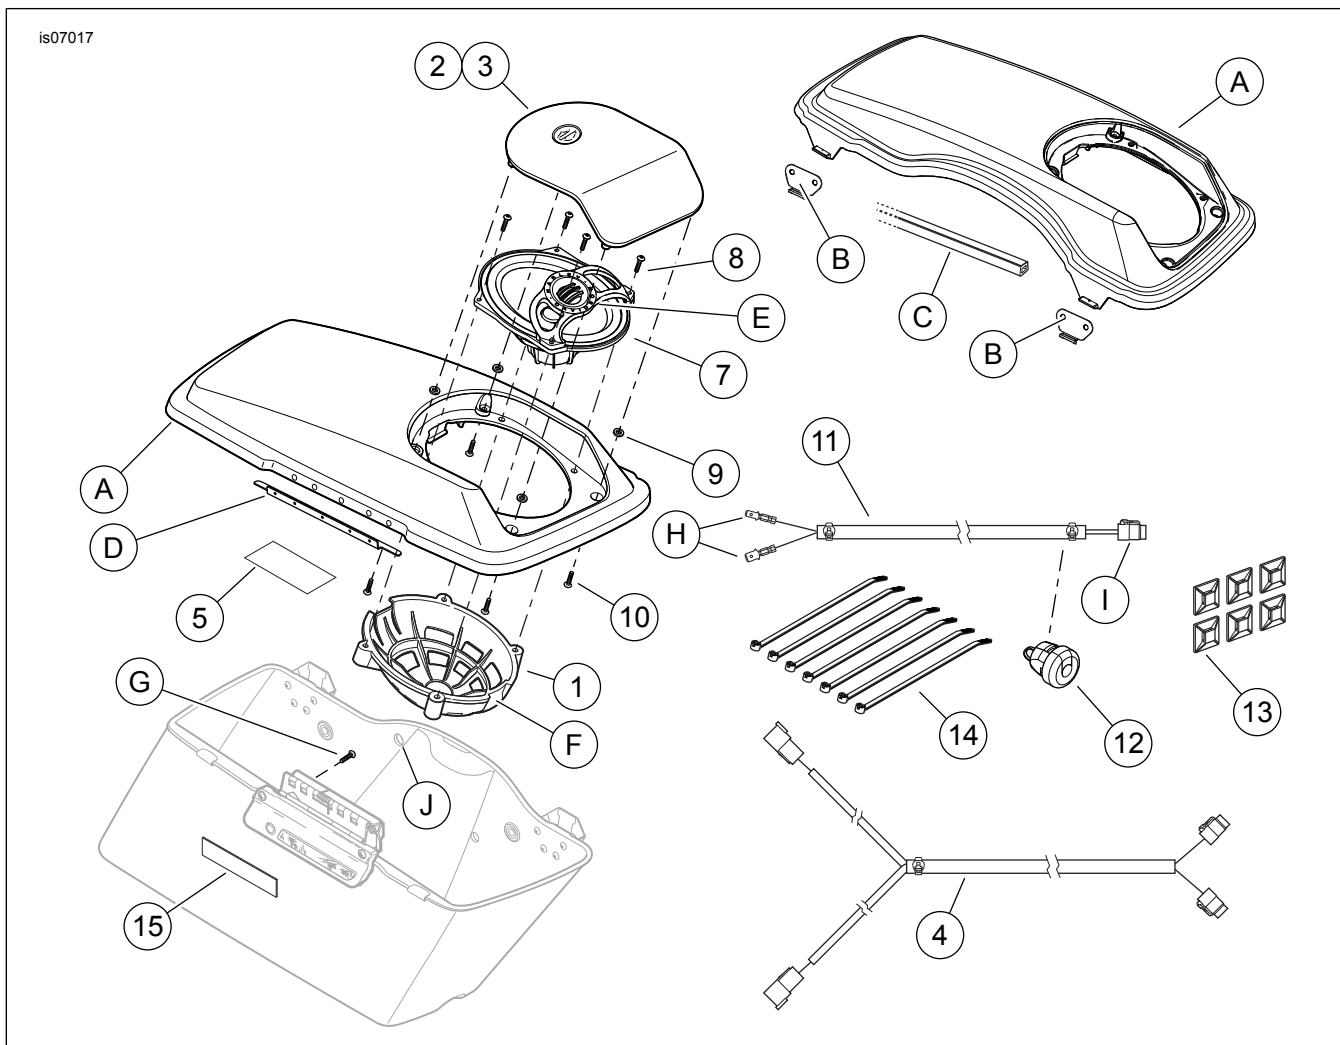

Figura 7. Peças de reposição, Kit do alto-falante do alforje Boom! Audio
1. Veja Figura 7. Inspeção os conectores fêmea nos dois ramais compridos em uma extremidade do chicote de fios do alto-falante traseiro (4). Em um dos conectores fêmeas (com a etiqueta "RIGHT"): Coloque esse conector no conector macho que vem do alforje **direito**. No conector fêmea restante (sem etiqueta): Coloque esse conector no conector macho que vem do alforje **esquerdo**.
6. **União dos conectores do alto-falante traseiro:** Veja Figura 7. Faça coincidir as cores dos fios nas cavidades 5 e 6 dos conectores fêmea de 6 vias do chicote de fios traseiro (4) com aqueles dos conectores macho de 6 vias [41A] e [42A] do chicote de fios do rádio ou do chicote de fios sem revestimento ultra. Acople o conector fêmea do alto-falante direito e esquerdo no conector macho correto.
Veja Figura 7. Pegue dois chicotes de fios jumper (11) do alto-falante do alforje do kit.